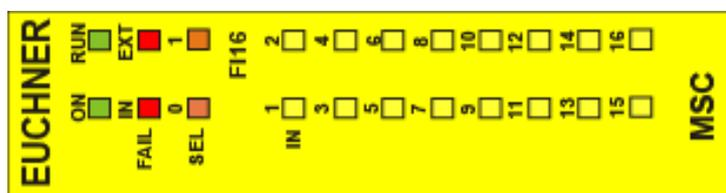

Figura 34:
8.4.7. Modulo FI16 (Figura 34)